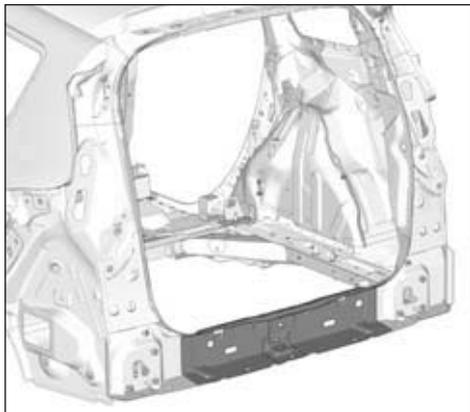

FIG.172
- Respecter les lignes de coupe (Fig.172).